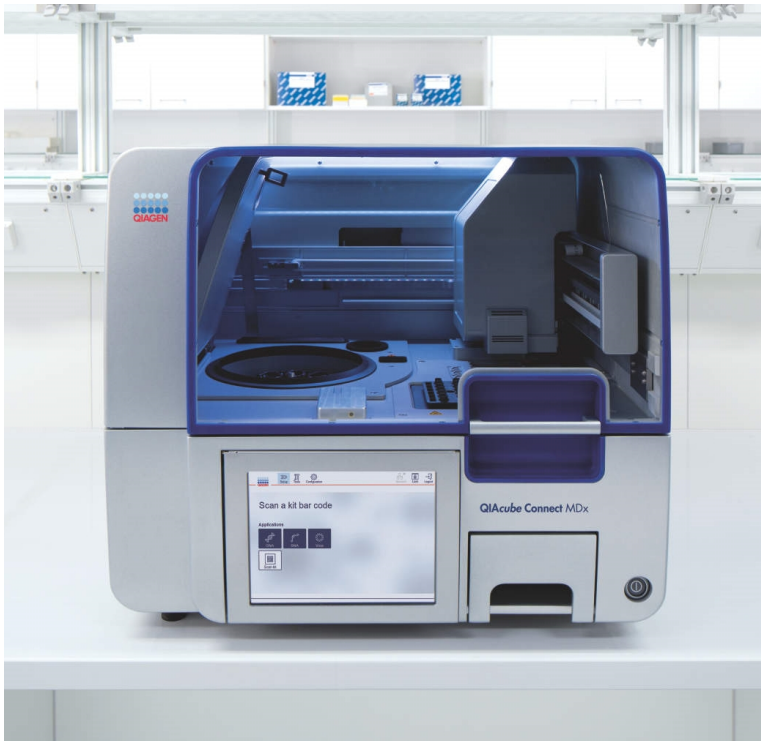

Abbildung 1. QIAcube Connect MDx
- Das Zentrifugationsverfahren, für das eine Zentrifuge erforderlich ist oder das auf dem QIAcube® Connect MDx (Abbildung 1) automatisiert werden kann, und